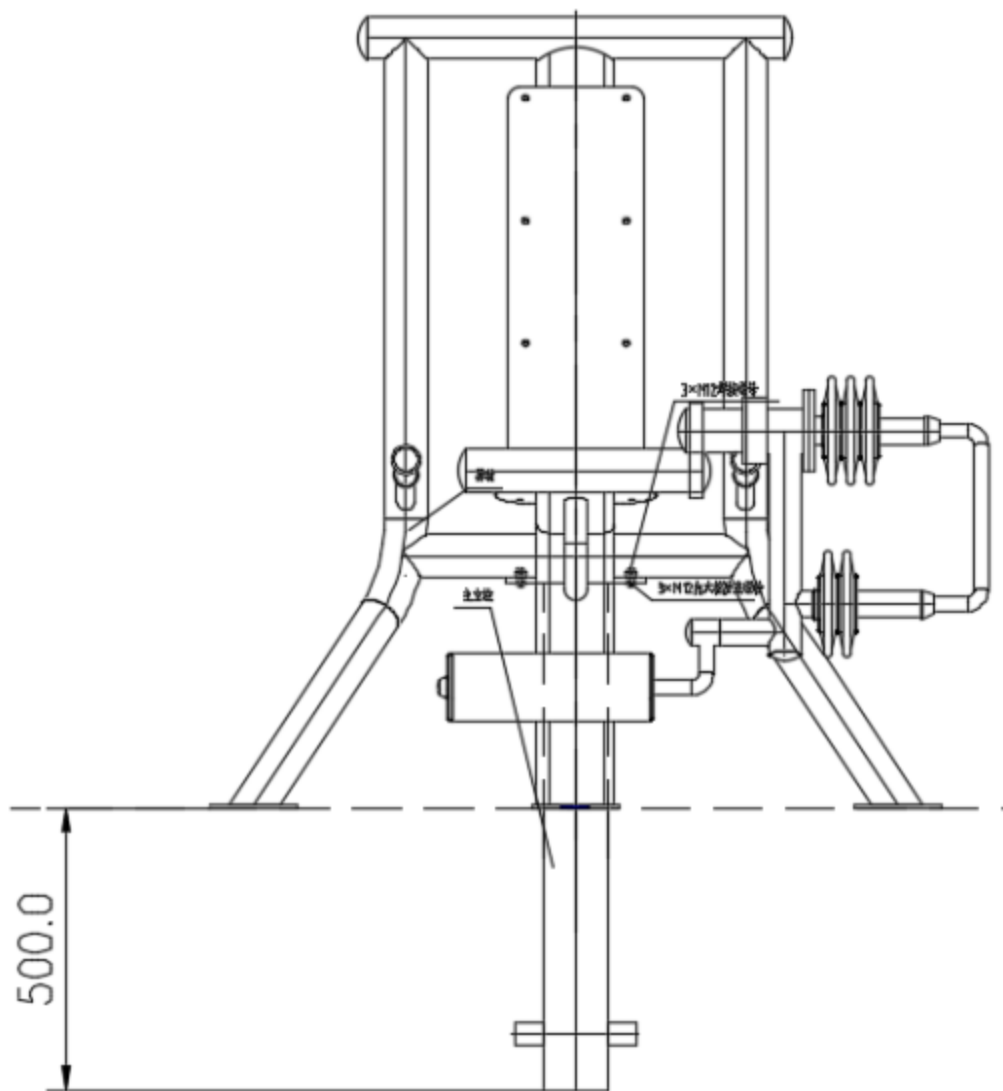

图6
7) 器材与主立柱同过三个M12×30的不锈钢内六角防盗螺栓进行连接(如图6所示)